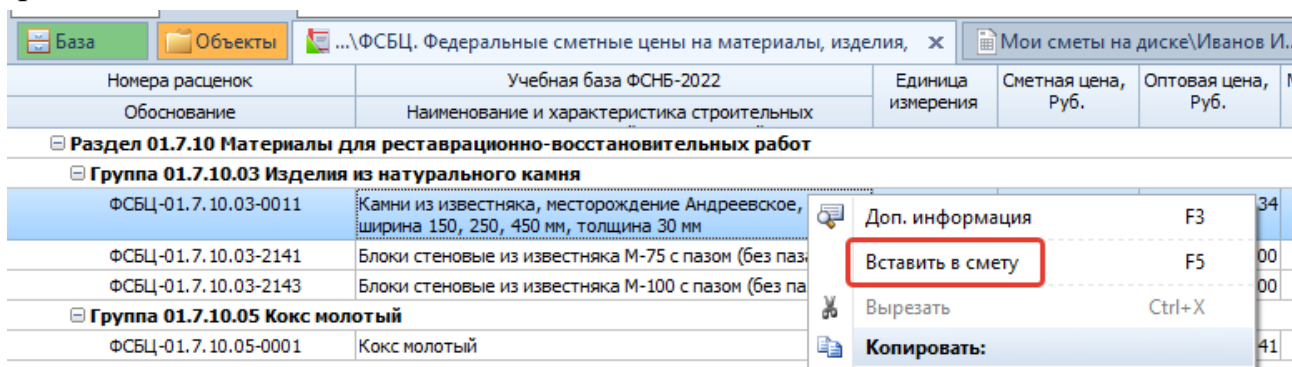

Рисунок 5.2. Добавление неучтённого ресурса в смету
- Произойдет переход в соответствующую группу материалов, в которой выберите требуемый (например, **Камни из известняка, месторождение Андреевское, ширина 150, 250, 450 мм, толщина 30 мм**) и добавьте его в смету (рис. 5.2).